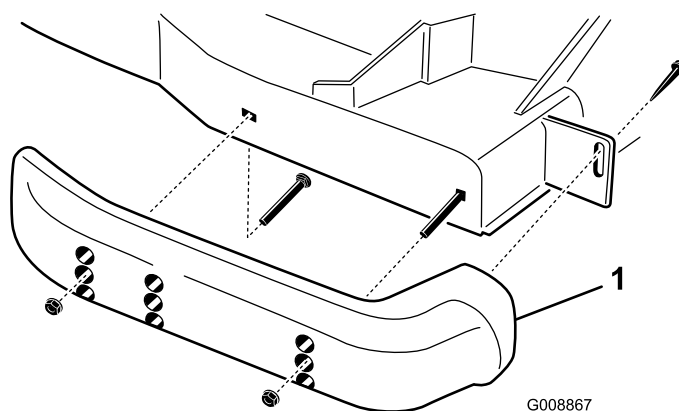

Рисунок 29
- Отпустите передний винт каждого полоза (Рисунок 29).
- Снимите с каждого полоза болты с буртиком и гайки (Рисунок 29).